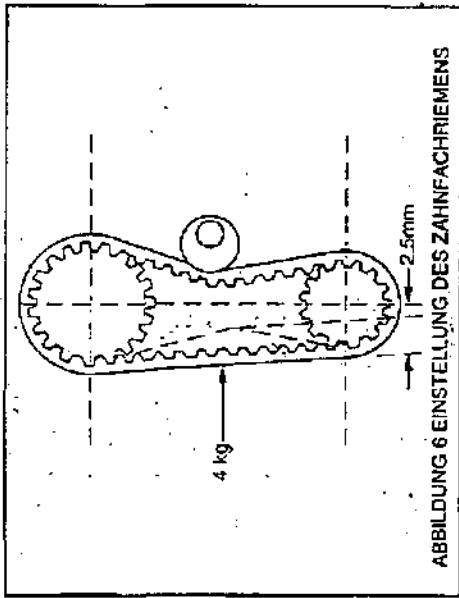

ABBILDUNG 6 EINSTELLUNG DES ZAHNFACHRIEMENS
**ANTRIEBSRIEMEN SPANNEN (siehe Abb. 6)**